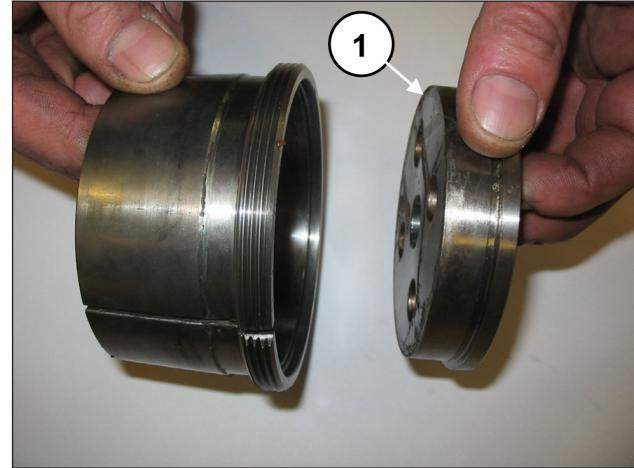

Fig. 21
Separe o flange de bloqueio de bússola da própria bússola de pressão (pos. ①, Fig. 21).